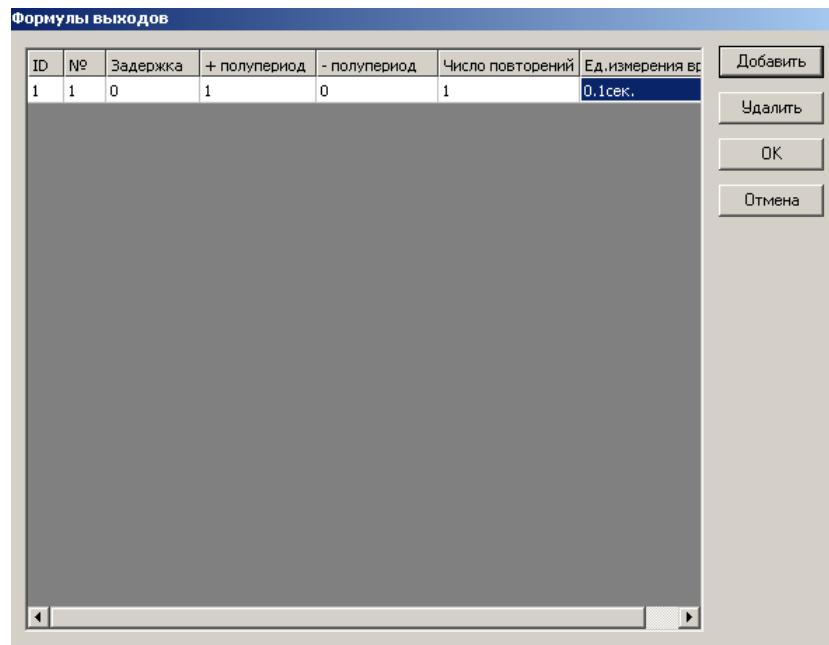

Рис. 3.3-20 Параметры формул выходов
3. Задать параметры формулы нажатием левой кнопки мыши на соответствующую ячейку таблицы (Таб. 3.3-8, Рис. 3.3-20).